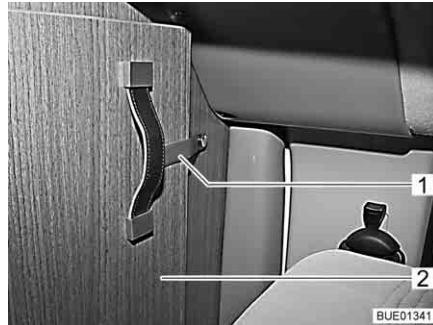

Fig. 41 Bande de sécurité
- Détacher la bande de sécurité (Fig. 41,1) de la partie rabattable de la séparation pour la cabine de conduite (Fig. 41,2).